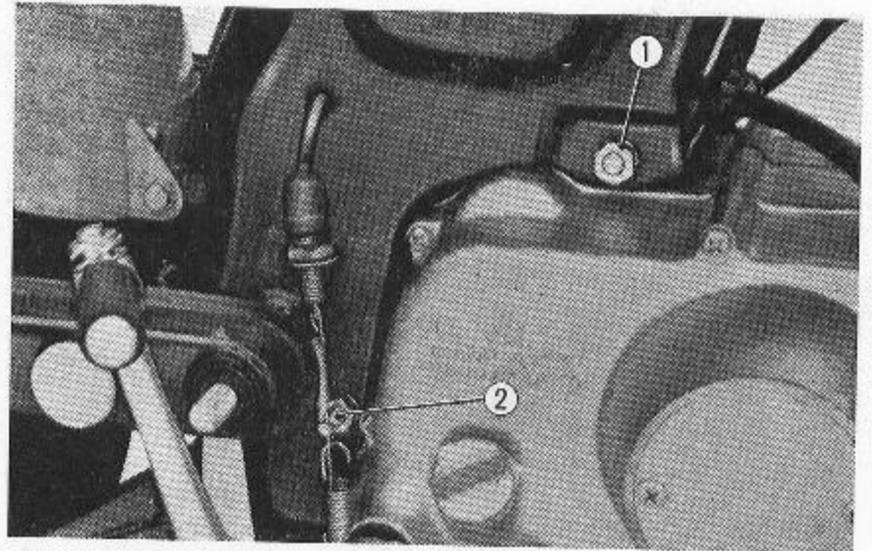

Abb. 3.9 Motoraufhängebolzen
- (7) Hebelfeder vom Fußbremshebel lösen und beide 8 mm Motorbefestigungsmuttern entfernen. Unteren Motoraufhängebolzen und die 8×110 Sechskant-Aufhängebolzen lösen; der Motor kann nun vom Rahmen abgenommen werden. (Abb. 3.9 und 3.10)
- (3) Fußbremshebelfeder und Stopplichtfeder werden am hinteren unteren Motorbolzen eingehakt. (Abb. 3.9)